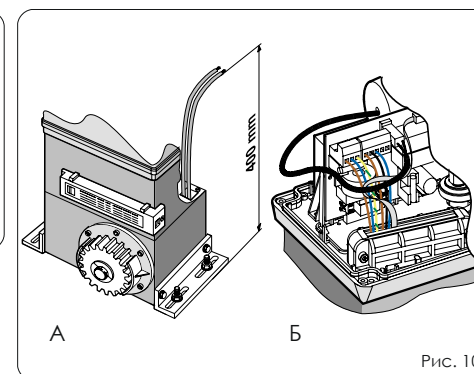

Рис. 10
- Расположите привод на основании, используя шайбы и гайки из комплекта, как показано на рис.9. Во время этой процедуры, проложите кабели через канал в нижней части корпуса двигателя (рис.10 выноска А). Проложите кабели к блоку управления через специальное отверстие, используя резиновый кабельный хомут. Расчехлите кабель, так чтобы хомут удерживал каждый проводок в отдельности. (рис.10 выноска В).